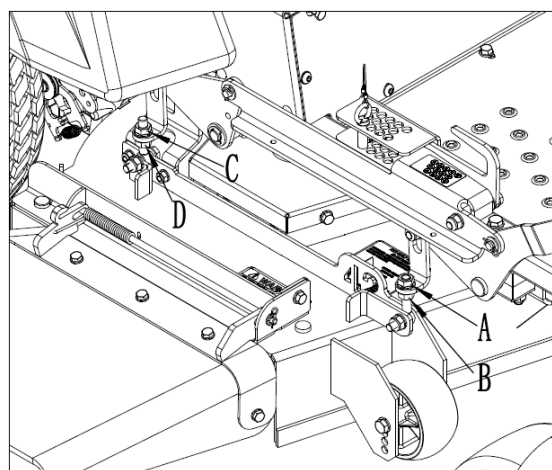

Fig. 18
- Individuate il dado di regolazione di livello (A) e il dado (B) sul supporto anteriore destro del piatto di taglio (vedi Fig. 18).
- Allentate leggermente il dado (B) sul supporto del piatto di taglio.
- Regolate il piatto verso l'alto o verso il basso secondo necessità per adattarlo alla parte anteriore destra ruotando il dado di regolazione di livello (A) in senso orario per sollevarlo e in senso antiorario per abbassarlo.
- Regolate il dado di regolazione di livello (A) finché le lame su entrambi i lati non sono alla stessa altezza rispetto alla superficie piana.
- Con le lame livellate lateralmente, serrate saldamente il dado (B).